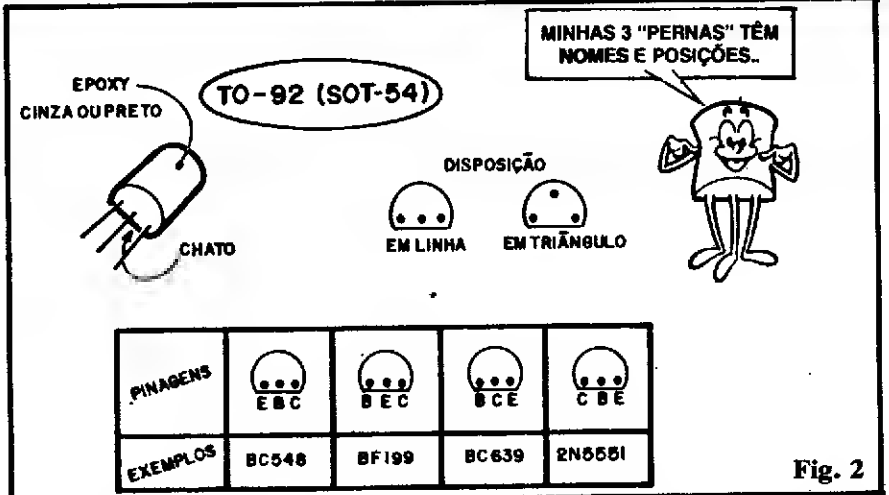

Fig. 2
- FIG. 2 - Um dos invólucros mais comuns, atualmente, nos transistores de baixa potência: o modelo TO-92 (também "chamado" de SOT-54). É o tal cilindrinho de epoxy escuro, com um lado achatado. Os três terminais apresentam-se, basicamente, em duas configurações (mostradas na figura): em linha ou em "triângulo". Já quanto à ordem ou identificação da pinagem, a "coisa engorrosa"! Só pelos componentes/exemplos citados na figura, já dá pra perceber que existem pelo menos quatro ordens diferentes de pinagem (E-B-C, B-E-C, B-C-E e C-B-E...) encontradas nesse tipo de encapsulamento.